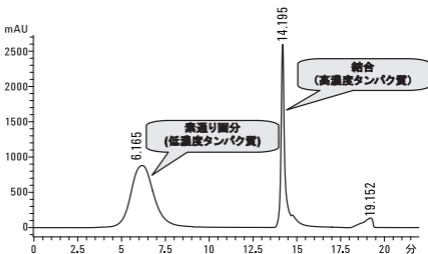

図2 4.6 x 50 mm カラムでのクロマトグラム
- 8 素通り画分(図2では5.0~7.5分の間)を集め、すぐに分析しない場合は-20 $^{\circ}$ Cで保存してください。